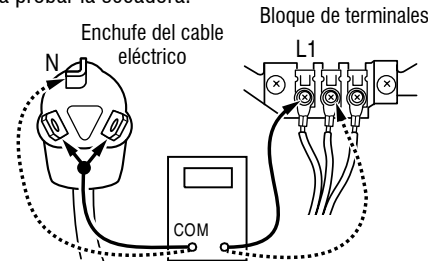

Figura 4: Conexiones entre enchufe y terminal para la secadora eléctrica
3. Con un ohmímetro, verifique la continuidad entre la terminal neutra (N) del enchufe y el contacto central en el bloque de terminales. Consulte la Figura 4.
4. De manera similar, compruebe qué terminal del enchufe está conectada al contacto ubicado en el extremo izquierdo del bloque de terminales y anótelos. Esto será L1 (cable negro) en el diagrama de cableado. Consulte la Figura 4.